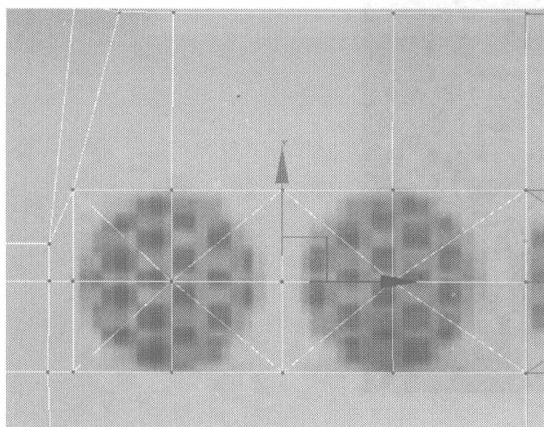
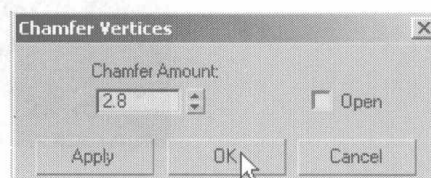
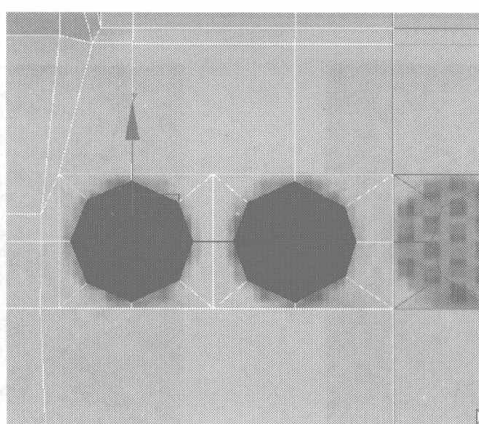

图 4.276
图 4.277
图 4.278
- 04** 选择如图 4.276 所示的两个节点，在 Edit Vertices 卷展栏中单击 **Chamfer** 按钮，在弹出的对话框中设置倒角参数，如图 4.277 所示，然后切换为面编辑，选择如图 4.278 所示的面并将其删除。